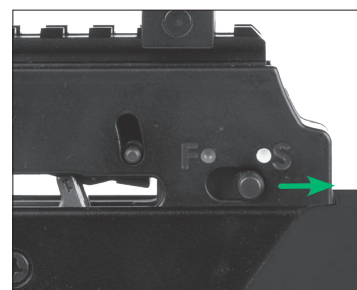

FIGURE 12
1b Deslice el interruptor del seguro de la posición de fuego (“FIRE”) a la posición de activado (“ON SAFE”). (Fig. 12)
1d Inspeccione cuidadosamente el interruptor de seguridad para asegurarse de que esté completamente en la posición de seguro (“ON SAFE”) (Fig. 12). Si el interruptor del seguro no se ha movido completamente de vuelta al punto BLANCO, no se ha colocado en posición de seguro (“ON SAFE”) y sigue en posición de fuego (“FIRE”). Inspeccione siempre visualmente el interruptor de seguridad a fin de cerciorarse de que esté en la posición deseada.
**ADVERTENCIA:** SI POR ALGÚN MOTIVO EL INTERRUPTOR DEL SEGURO NO SE MUEVE COMPLETAMENTE A LA POSICIÓN DE SEGURO (“ON SAFE”) (FIG. 12), DESAMARTILLE DE FORMA SEGURA EL ARCO USANDO UNA FLECHA COMO SE DESCRIBE EN LA SECCIÓN 9. NO UTILICE LA BALLESTA. LLAME A SERVICIO AL CLIENTE AL 1-866-726-1122 PARA OBTENER UNA REPARACIÓN AUTORIZADA.